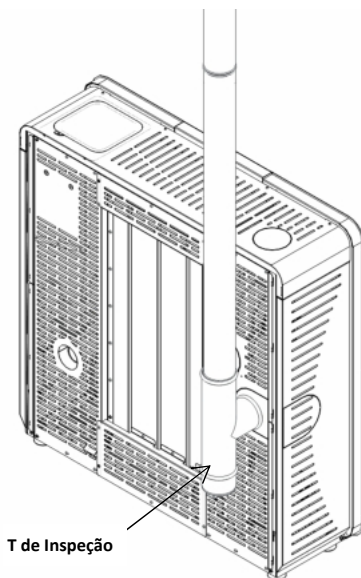

Figura 5 - Exemplo de instalação de um T de inspeção
- Conforme indicado na Figura 5, a conduta de exaustão deve ser realizada de modo que a limpeza e a manutenção sejam asseguradas pela inserção dos pontos de inspeção.